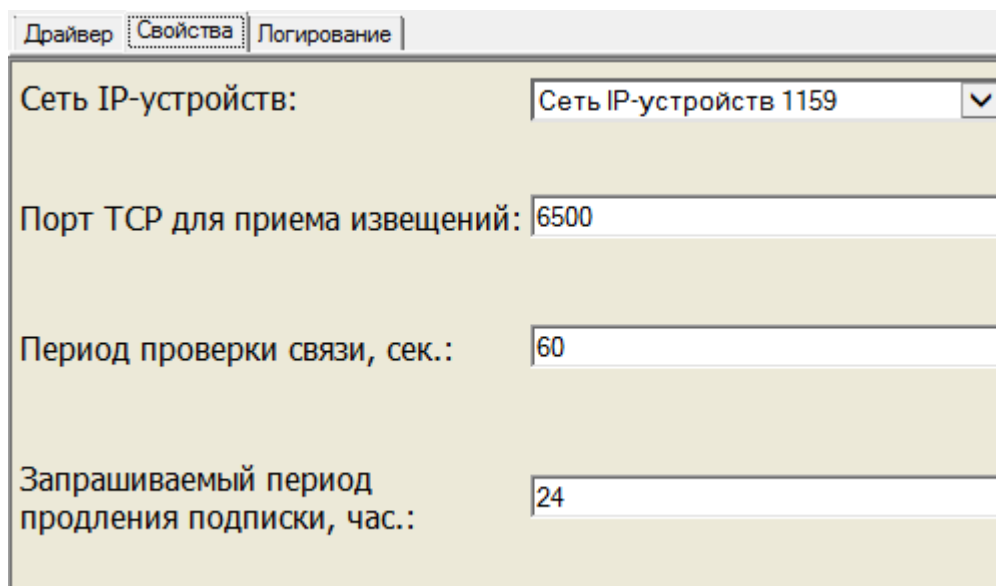

Рисунок 2 — Частные свойства элемента **Сеть IP-устройств**, вкладка **Свойства**
1. В поле **Сеть IP-устройств** выберите из выпадающего списка элемент **Сеть IP-устройств**, который вы добавили в дерево системы ранее (рисунок 2).